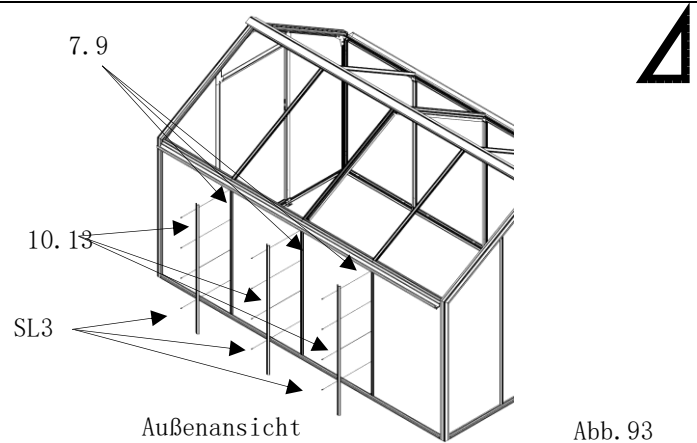

Abb. 93
- die unteren beiden Senkkopf-Bohrschrauben 4,2x16 (Pos. SL3) zu einem späteren Zeitpunkt einbauen. (Abb. 93)